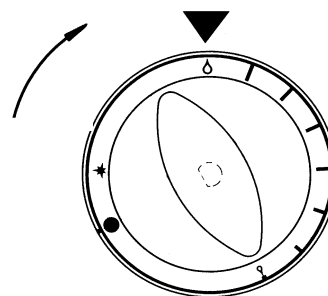

FIG. 4
- Remplacement du brûleur du four 7.7 kW** (fig.4):
- **Remplacement du brûleur du four 12 kW (fig.4):**
Pour éteindre le brûleur principal, tourner la manette dans le sens des aiguilles d'une montre jusqu'à la position " Δ " sans forcer la manette (fig. 4), appuyer à fond sur la manette et tourner jusqu'à la position "VEILLEUSE" $\star$. Pour éteindre complètement appuyer ultérieurement et tourner jusqu'à l'arrêt.